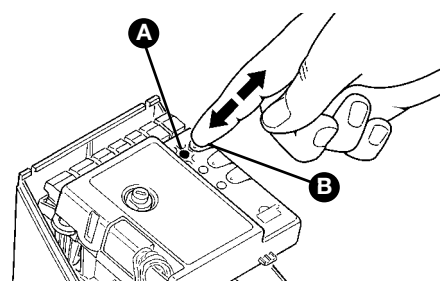

Figure 60
- 1 Presser et maintenir enfoncée la touche P1 [B] (Figure 60) sur la logique de commande.